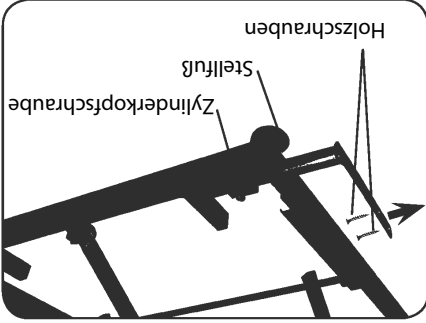

Abb. 6.3.01 - Beträhmenbefestigung
2. Gleichen Sie gegebenenfalls Unebenheiten im Boden über die vier verstellbaren Stellfüße aus (Abbildung 6.3.01).
4. Befestigen Sie die Beträhmenbefestigungen, möglichst senkrecht, mit jeweils zwei Holzschrauben am Beträhmen (Abbildung 6.3.01). Prüfen Sie vorher, die Eignung der Holzschrauben (3,5 x 20) für Ihren Beträhmen.
5. Fixieren Sie die Beträhmenbefestigung, indem Sie die Zylinderkopfschrauben mit dem Innensechskantschlüssel fest ziehen. (Abbildung 6.3.01).